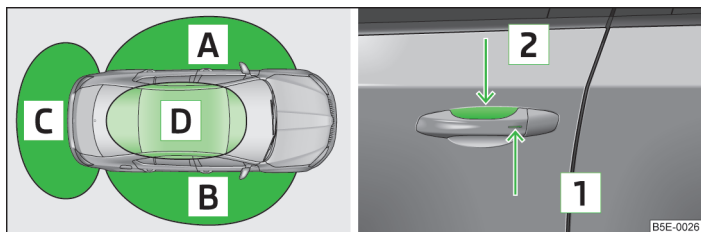

Fig. 15 KESSY: Designación de las zonas y desbloqueo/sensores en la empuñadura de la puerta delantera
➤ Sujetar la empuñadura de la puerta delantera o cubrir con toda la superficie de la mano el sensor [2] » fig. 15 » **I**.
➤ Tocar el sensor [1] » fig. 15 con los dedos.
Si al desbloquear se cubre el sensor [2] y simultáneamente el sensor [1] » fig. 15, el vehículo no se desbloquea.
El sistema KESSY puede encontrar la llave válida, incluso si ha sido olvidada, p. ej., en la parte delantera del techo del vehículo [D] » fig. 15. Por eso, es necesario saber en todo momento dónde se encuentra la llave.
Si después de bloquear el vehículo, incluida la tapa del maletero, la llave con la que se bloqueó el vehículo permanece en el vehículo, se activa la protección contra el cierre involuntario del vehículo estando la llave en el mismo y se vuelve a desbloquear [D] » fig. 15 de la página 36.
Si el vehículo no se desbloquea antes de 60 o 90 horas, los sensores en la empuñadura de la puerta del conductor o en la puerta del acompañante » fig. 15 de la página 36.
- Desbloquear la puerta del conductor con ayuda del sensor [\[2\]](#) » fig. 15 de la página 36.